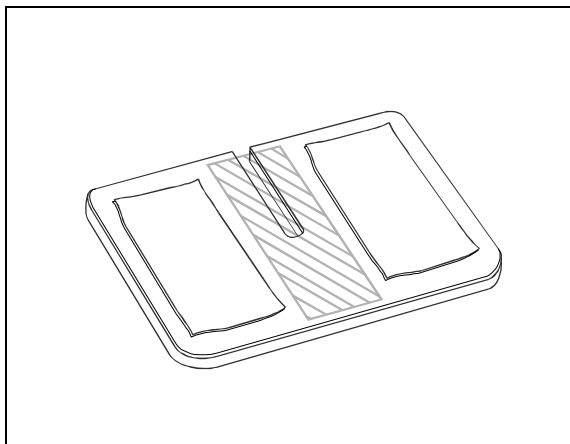

Figure 2: Plaquette. La zone hachurée indique là où le nettoyage de la plaquette doit se faire.
3. Nettoyer deux plaquettes #430500 avec du Sika 205, vis-à-vis les hachures illustrées à la figure 2. Utiliser un chiffon ne laissant pas de résidus (chiffon Chix, par exemple). Laisser sécher pendant environ 2 minutes;